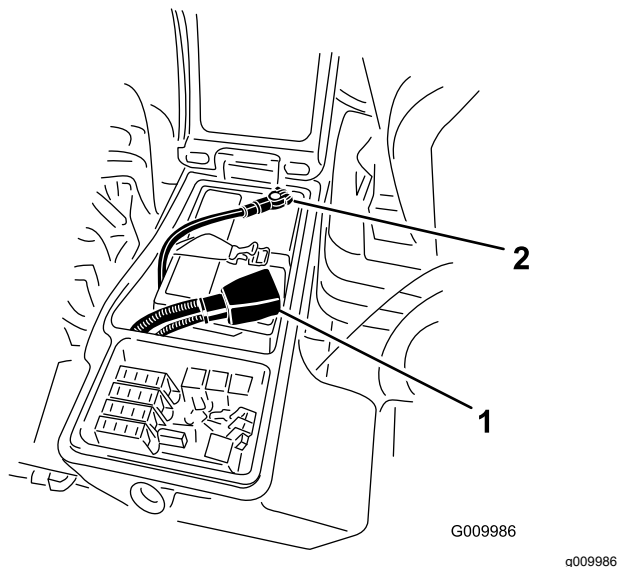

Bild 98
3. Klemmen Sie das Minuskabel (Schwarz) vom Minuspol (-) des Akkus und das Pluskabel (Rot) vom Pluspol (+) des Akkus ab (Bild 98).
6. Klemmen Sie das Pluskabel (Rot) am Pluspol (+) des Akkus und das Minuskabel (Schwarz) am Minuspol (-) des Akkus an (Bild 98).